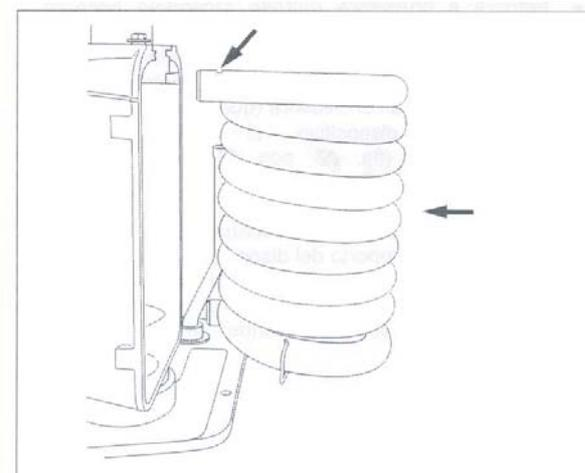

Fig. 48 Montare lo scambiatore di calore
- Estrarre il sifone dall'alloggiamento con la linguetta di guarnizione agendo verso il basso e staccarlo dalla scarico (fig. 48).